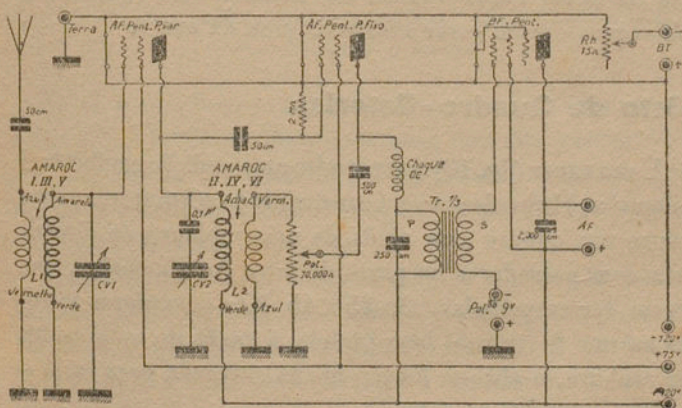

Fig. 9 — Ressonância — Baterias — Alto-falante
Tôdas as boas lâmpadas baterias convirão a êste receptor (fig. 9), sendo recomendável a série 2 vóltios da Philips. A primeira é uma bi-grelha de inclinação variável (AF),